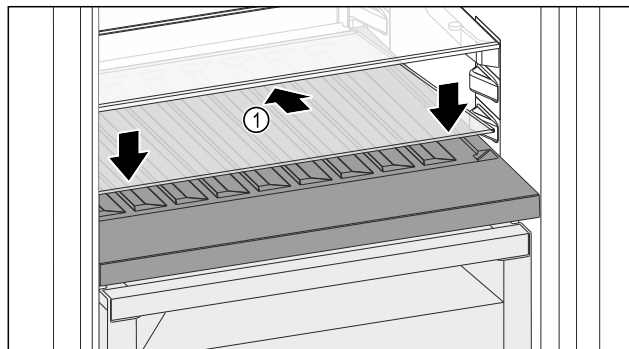

Fig. 179
- Postavite staklenu ploču Fig. 179 (1) ukoso, nagnutu straga prema dolje.
- Staklenu ploču Fig. 179 (1) podignite sprijeda.